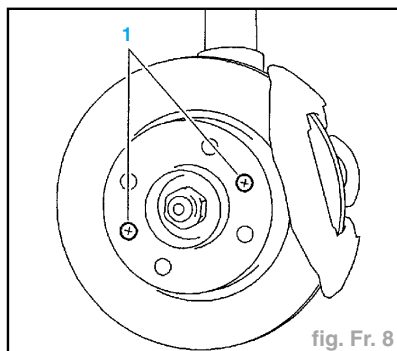

fig. Fr. 8
- les 2 vis de maintien du disque (1) (fig. Fr. 8).
- Déposer (fig. Fr. 8) :
- les vis (1),
- les 2 vis de maintien du disque (1) (fig. Fr. 8),